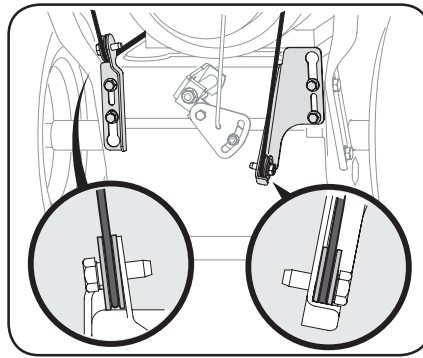

Figura 2-4
4. Coloque la palanca de cambios en la posición de avance (F) 6 (si viene equipada).
5. Observe el área inferior trasera del equipo para asegurarse de que ambos cables estén alineados y asentados adecuadamente en las guías de rodillos. Consulte Figura 2-4.